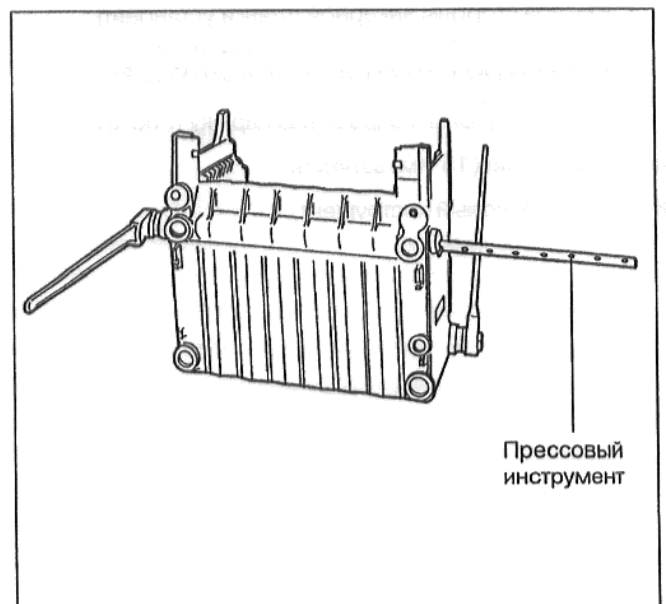

Рис. 5
- Аналогичным образом выполнить ниппельное соединение всех остальных средних секций и правой концевой секции (Рис. 5).